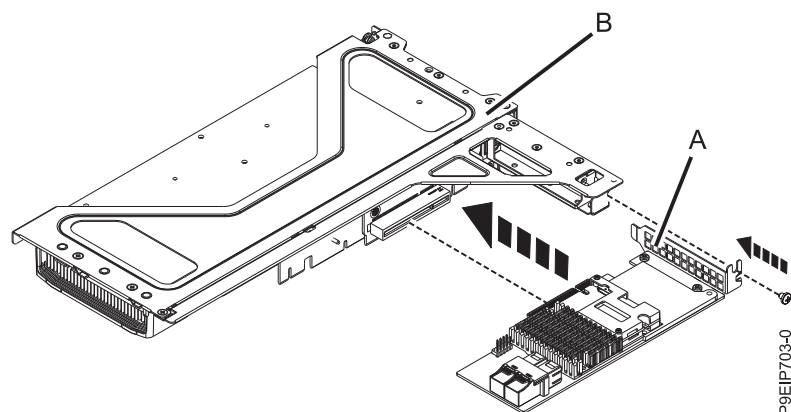
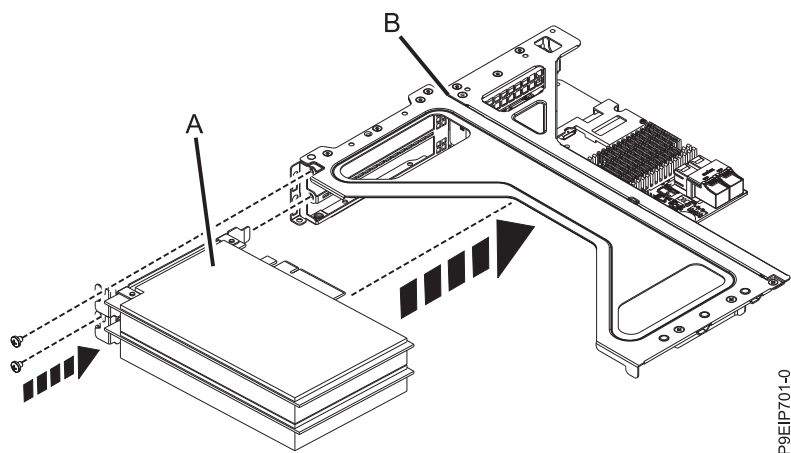

Figura 30. Inserindo um adaptador na posição 4 do riser
Figura 31. Inserindo um adaptador PCIe na posição 2 ou 3 do riser PCIe
- a. Insira o adaptador PCIe (A) no riser PCIe (B), conforme mostrado na Figura 30 ou Figura 31 na página 32, alinhando-o corretamente e inserindo-o completamente no slot. Prenda o suporte sobre trilhos do adaptador PCIe com 1 ou 2 parafusos, conforme necessário.